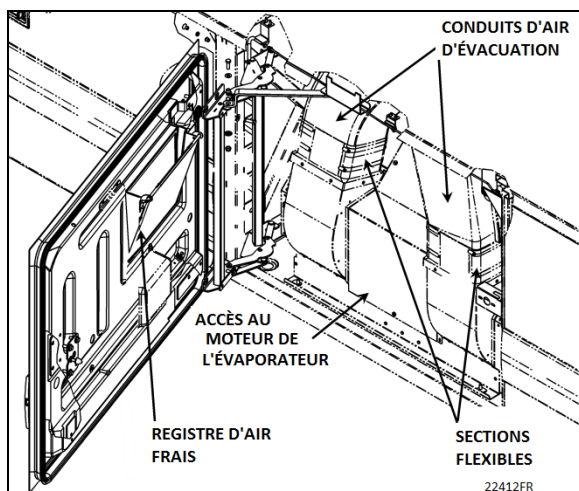

FIGURE 66: ACTUATEUR DU REGISTRE D'AIR NEUF DE LA ZONE DES PASSAGERS DE LA SÉRIE X3
- Séries X3 – Dans la porte du compartiment de l'évaporateur (Figure 66).